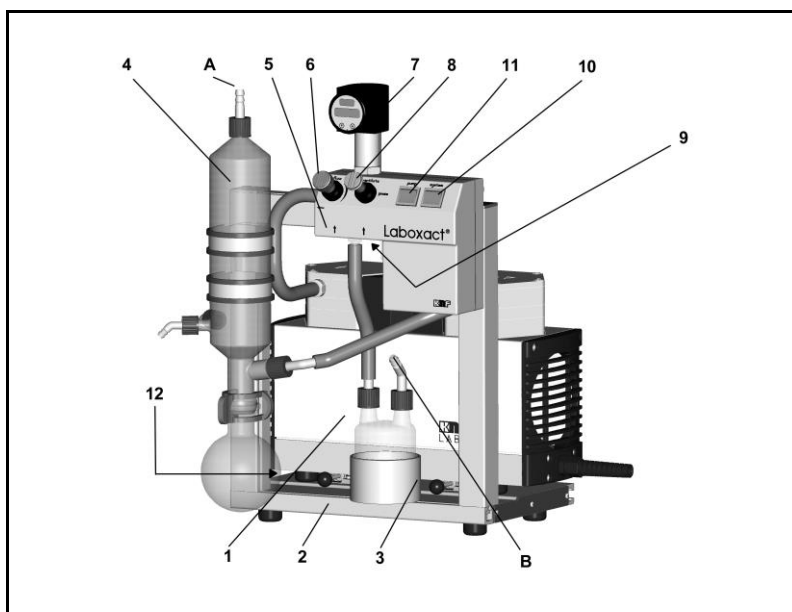

Abb. 4: Beschreibung LABOXACT-Systeme
- Verschlauchung Das Vakuumsystem wird komplett verschlaucht geliefert (siehe Abb. 4, Seite 14).
→ Den Netzstecker der Pumpe in die Steckdose der Bedieneinheit (Position 5 in Abb. 4, Seite 14) stecken.
→ Über das Netzkabel die Bedieneinheit (Position 5 in Abb. 4, Seite 14) mit einer ordnungsgemäß installierten Schutzkontakt-Steckdose verbinden.
Pumpe/ System	<ul style="list-style-type: none"> ▪ Lüfteröffnungen nicht zugestellt ▪ Daten des Spannungsnetzes stimmen mit den Angaben auf dem Typenschild der Pumpe/des Vakuumsystems überein ▪ Pumpenauslass nicht verschlossen oder eingeeengt ▪ Oberer Gasausgang des Hochleistungskondensators nicht blockiert ▪ Medien sind untereinander verträglich (beim gleichzeitigen Betreiben von zwei verschiedenen Prozessen) ▪ Bei einer Belüftung des Vakuumsystems durch den Lufteinlass (siehe Abb. 4/9, Seite 14) können keine reaktive, explosive oder anderweitig gefährliche Mischungen entstehen (gegebenenfalls Inertgas verwenden)